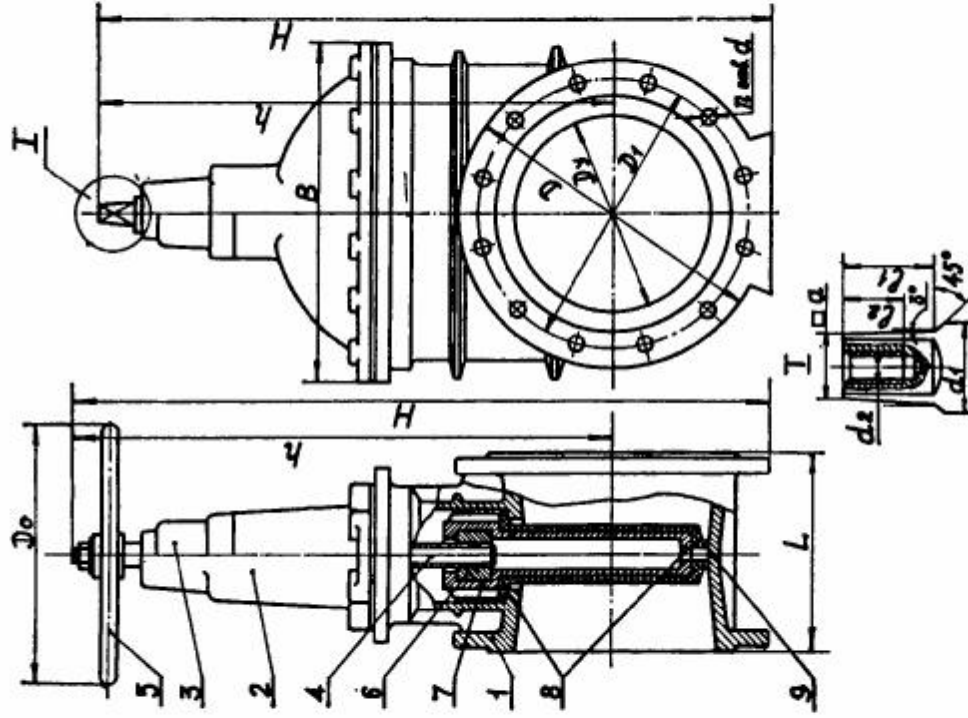

Рис.1
1.1.2. Основные габаритные и присоединительные размеры в мм показаны на рис. 1 (лист 6) и в таблице 2.
1.2.1. Задвижка (рис. 1) состоит из корпуса 1, крышки 2 и устройства для закрытия и открытия прохода рабочей среды через корпус.